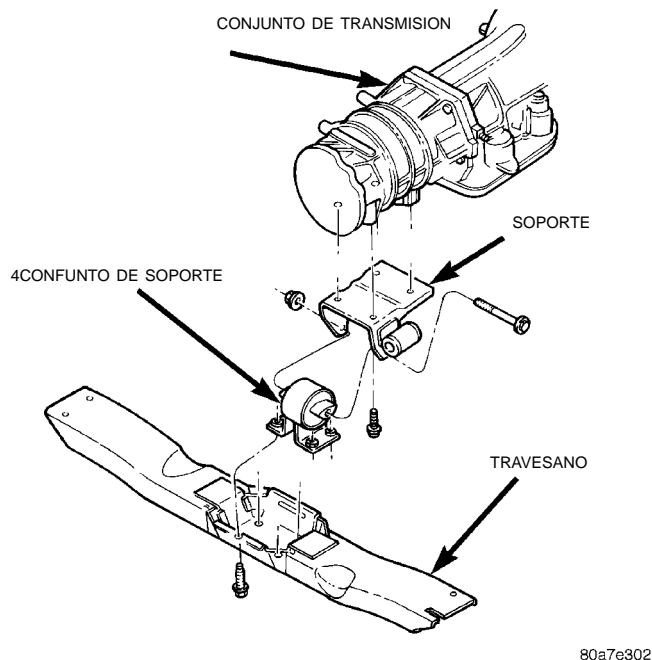

Fig. 16 Conjunto de soporte trasero del motor
(5) Retire el perno pasante y tuerca del soporte del motor (Fig. 16).
(6) Retire el conjunto de soporte trasero.
(7) Si es necesario, retire los pernos que fijan el soporte del motor trasero a la transmisión. Retire el soporte de la péndola del tubo de escape. Retire el soporte.